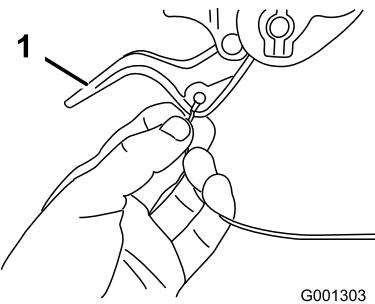

Figure 6
- Faites passer l'extrémité du câble gauche ou droit par-dessus la partie inférieure du guidon et insérez-la dans le trou du levier de débrayage de roue correspondant (Figure 6).